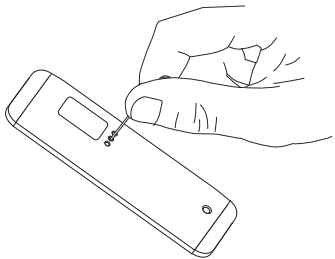

图 26
- c. 用一根小圆铁或回型针，再插入遥控发射器背部牵引索电子定位设置键孔，按下牵引索电子定位设置键后，键孔处红蓝两种色光，再按牵引索下行键，些时蓝灯亮，待银幕下降到合适的位置后，再按下索引索电子定位设置键，色蓝光二极管熄灭，银幕停止下降，此位置就是设定银幕限位位置（如图 26- 27）。
- b. 用一根小圆铁或回型针，插入遥控发射器背部牵引索电子定位设置键孔，按下牵引索电子定位设置键后，键孔处发蓝绿色光，再按牵引索上行键，些时红灯亮，待外壳上升到合适的位置后，再按下索引索电子定位设置键，红发光二极管熄灭，银幕停止上升，此位置就是设定银幕升限位置（如图 26- 27）。